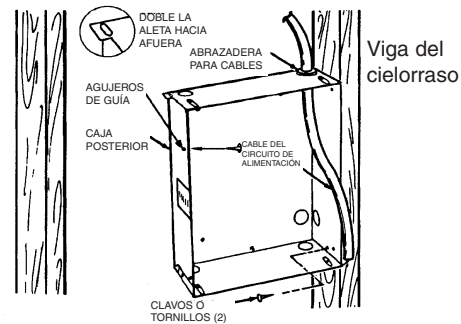

Figura 1
1. Determine cuál de los lados de la caja posterior va a montarse contra una viga, y doble las aletas de los ángulos posteriores 90 grados hacia afuera, de manera que la caja quede escuadrada con la viga después de la instalación (vea la Figura 1).
3. Posicione la caja posterior contra un lado de la viga, y asegúrela mediante clavos o tornillos, como se muestra en la Figura 1.
NOTA: en los lados de la caja posterior se han provisto agujeros de guía para tornillos para chapa Nº 8. Después de haber terminado la pared o el cielorraso, inserte un tornillo para chapa M4 (Nº 8) (longitud recomendada: 25 mm / 1") a través del lado de la caja que no está montado en la viga. Esto impedirá que la caja salga hacia afuera cuando se instale el conjunto del calefactor. (Vea la Figura 1).